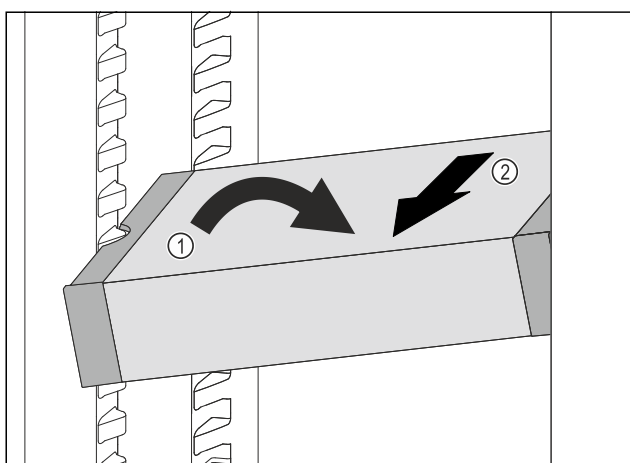

Fig. 103
- ▶ Расположите VarioSafe в холодильном отделении под наклоном. Fig. 103 (1)
- ▶ Извлеките VarioSafe движением вперед. Fig. 103 (2)